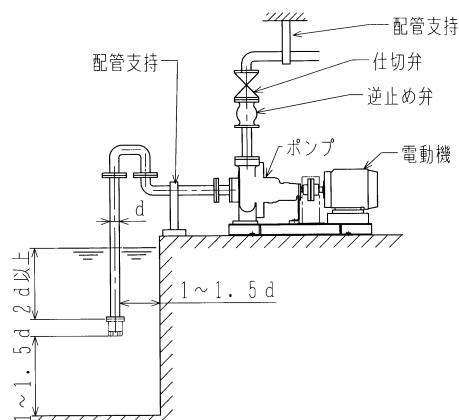

図1
- (1) ポンプに吸込配管、吐出し管の荷重がかかると芯狂いの原因となりますので、図1のように十分な配管支持をしてください。
- (2) 配管が長い場合、実揚程が高い場合、自動運転の場合、及び2台以上のポンプの並列運転の場合には、必ずポンプの吐出し側に逆止め弁を取り付けてください。
- (3) 水撃（ウォータハンマ）がおこる危険性のある場合は、急閉逆止弁を設けるなどの対策を施してください。